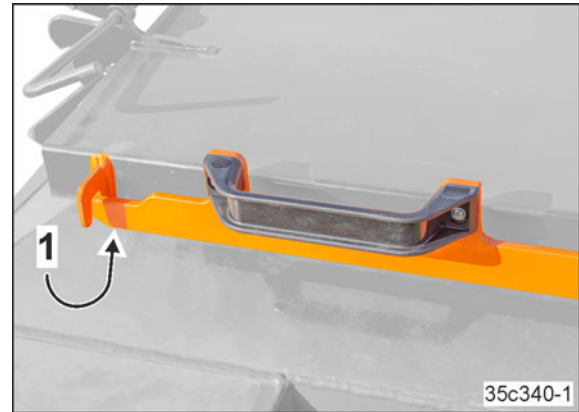

Bild 231
5. Lås upp spaken (Bild 231/1).